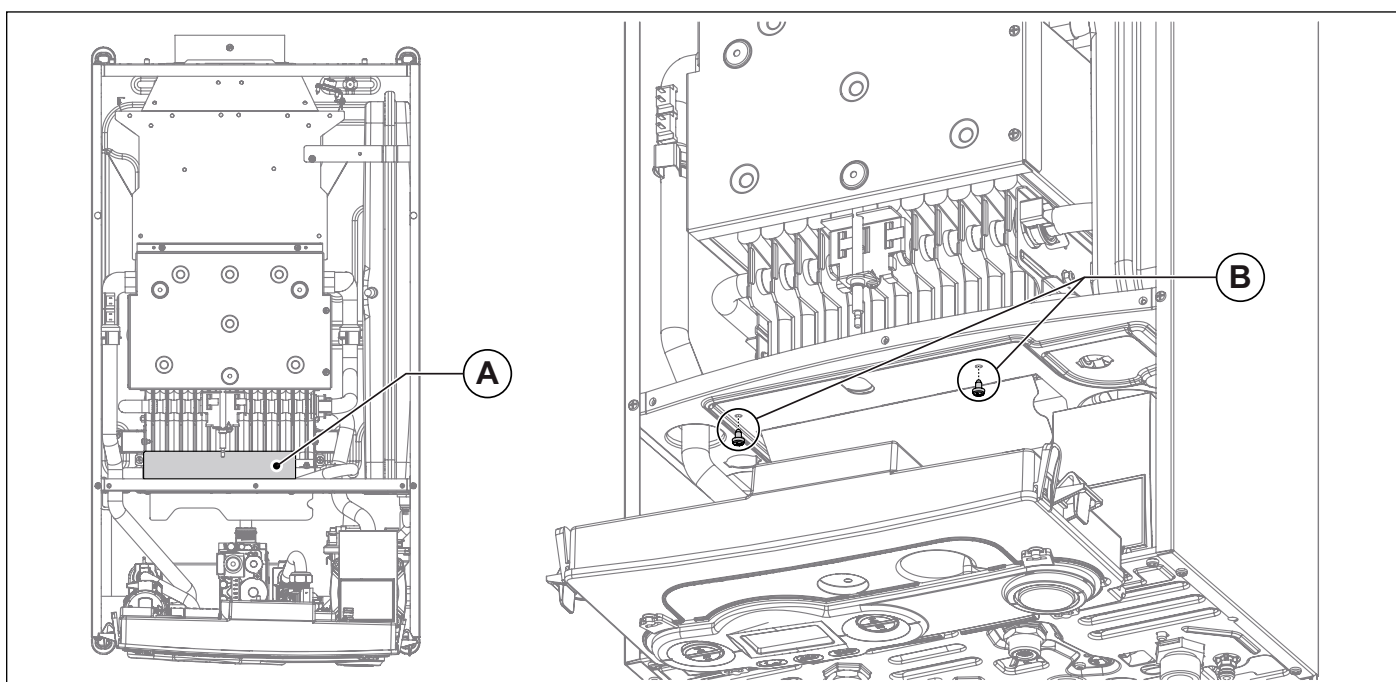

Fig. 13 Defletor
- Retirar o defletor **A** desatarraxando os 2 parafusos **B** que o fixam ao chassi (ver Fig. 13 Defletor).